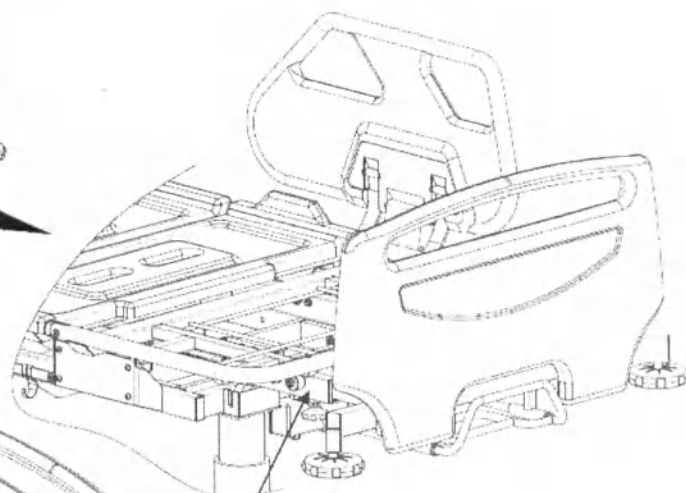

Рис. 2
5. Снимите пластиковую профилированную панель голени (Рис.2)